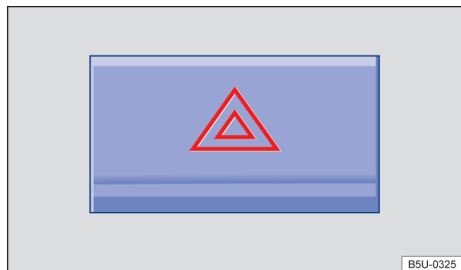

Fig. 150 En la parte superior de la consola central: interruptor de las luces de advertencia.
2. Encender las luces de advertencia con el conmutador ⚠️ → fig. 150.
Las luces de advertencia también pueden apagarse al presionar el conmutador **⚠** en el panel de instrumentos → fig. 150.